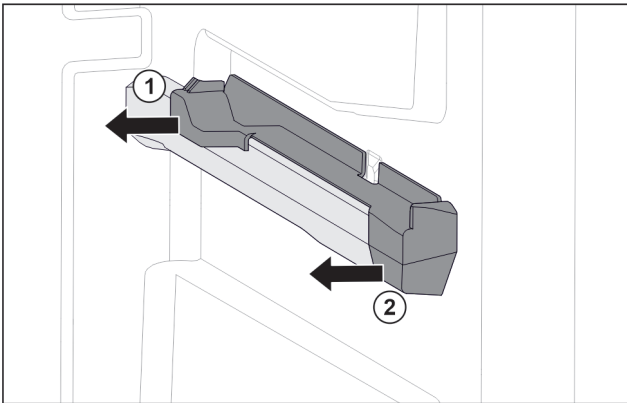

Fig. 123 Insteekelement op rechter containerrib
- ▶ Insteekelement achter naar de zijkant toe eraf trekken. Fig. 123 (1)
- ▶ Insteekelement voor naar de zijkant toe eraf trekken. Fig. 123 (2)